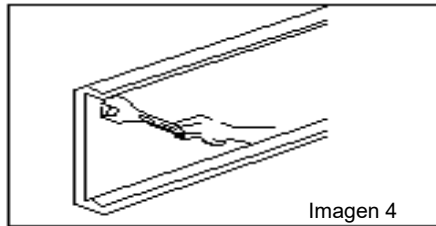

Imagen 4
(3) Con la junta, fije la tuerca en la parte inferior, luego instale la máquina completa (Imagen 4).